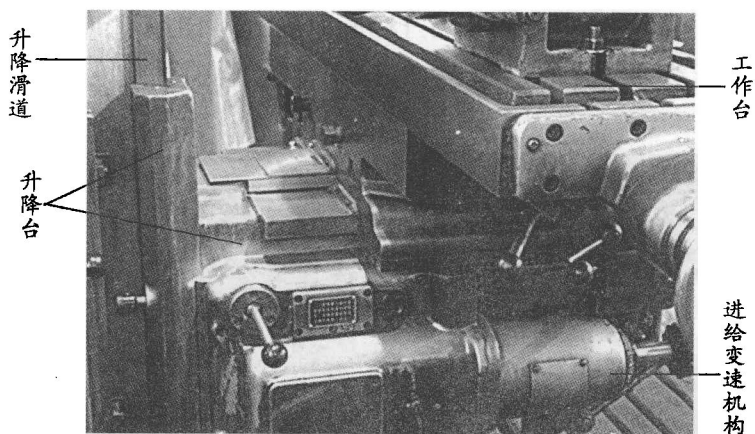

图 1-12 升降台
(7)升降台 可沿床身垂直导轨上下移动,用来调整工作台的高低位置。其内部装有进给用的电动机和进给变速机构,如图 1-12 所示。